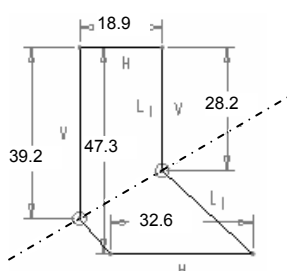

图 4.13.8 打开尺寸显示
Step1. 单击“视图控制”工具栏中的 按钮, 在弹出的菜单中选中 **显示尺寸** 复选框, 打开尺寸显示, 此时图形如图 4.13.8 所示。